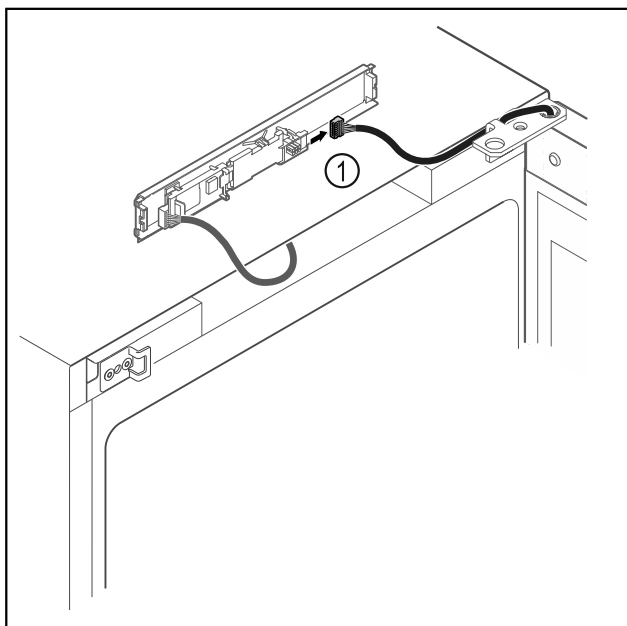

Fig. 10
- ▶ Trekk ut pluggen Fig. 10 (1) fra kretskortet.